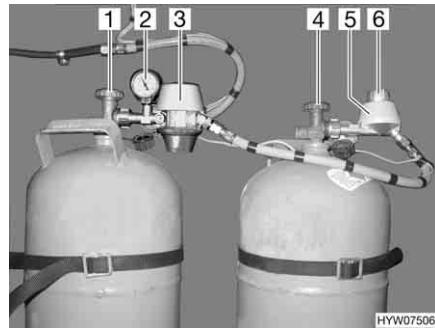
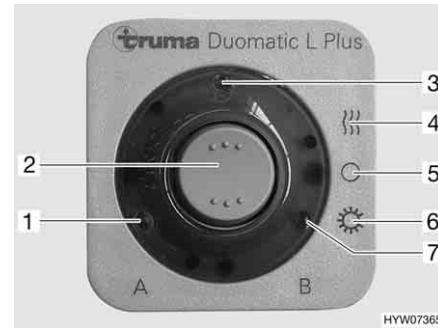

Fig. 60 Impianto di commutazione Duomatic
Fig. 61 Centralina di controllo
L'impianto di commutazione Duomatic è costituito da un regolatore centrale (Fig. 60,3) e da un regolatore di commutazione (Fig. 60,5). Con la manopola (Fig. 60,6) sul regolatore di commutazione è possibile stabilire, quale delle bombole del gas viene utilizzata come bombola in uso e quale bombola del gas viene utilizzata come bombola di riserva.
Il manometro (Fig. 60,2) sul regolatore centrale indica la pressione nella bombola del gas, non il livello della bombola del gas. Con il manometro è possibile verificare la tenuta della bombola del gas.
Sulla centralina di controllo (Fig. 61) possono venire azionate solo le funzioni elettriche. Le valvole principali di arresto delle bombole del gas (Fig. 60,1 e 4) devono essere aperti manualmente.
- Aprire le valvole principali di arresto delle bombole del gas (Fig. 60,1 e 4).
- Con la manopola (Fig. 60,6) sul regolatore di commutazione (Fig. 60,5) selezionare la bombola del gas, da cui proviene la principale alimentazione del gas (bombola in uso). Girare la manopola fino all'arresto.
Quando la manopola si trova sul settore rosso l'alimentazione del gas proviene principalmente dalla bombola del gas con il regolatore centrale (Fig. 60,3).
Quando la manopola si trova sul settore verde l'alimentazione del gas proviene principalmente dalla bombola del gas con il regolatore di commutazione (Fig. 60,5).
- Sulla centralina di controllo (Fig. 61) attivare l'impianto di commutazione Duomatic.
Posizionare l'interruttore a bilico (Fig. 61,2) su funzionamento invernale "On e riscaldamento" (Fig. 61,4) oppure su funzionamento estivo "On" (Fig. 61,6). Ora entrambi i regolatori di pressione del gas sono disaerati. L'indicazione di funzionamento (Fig. 61,3) si accende.
- Portare l'interruttore a bilico (Fig. 61,2) in posizione "O" (Fig. 61,5). L'indicazione di funzionamento (Fig. 61,3) si spegne.
- Chiudere le valvole principali di arresto delle bombole del gas (Fig. 60,1 e 4).
Le spie di controllo sulla centralina di controllo (Fig. 61) segnalano all'interno del veicolo, se le bombole del gas sono pronte al funzionamento.
- Spia di controllo "A" (Fig. 61,1): Bombola del gas sul regolatore centrale
- Spia di controllo "B" (Fig. 61,7): Bombola del gas sul regolatore di commutazione